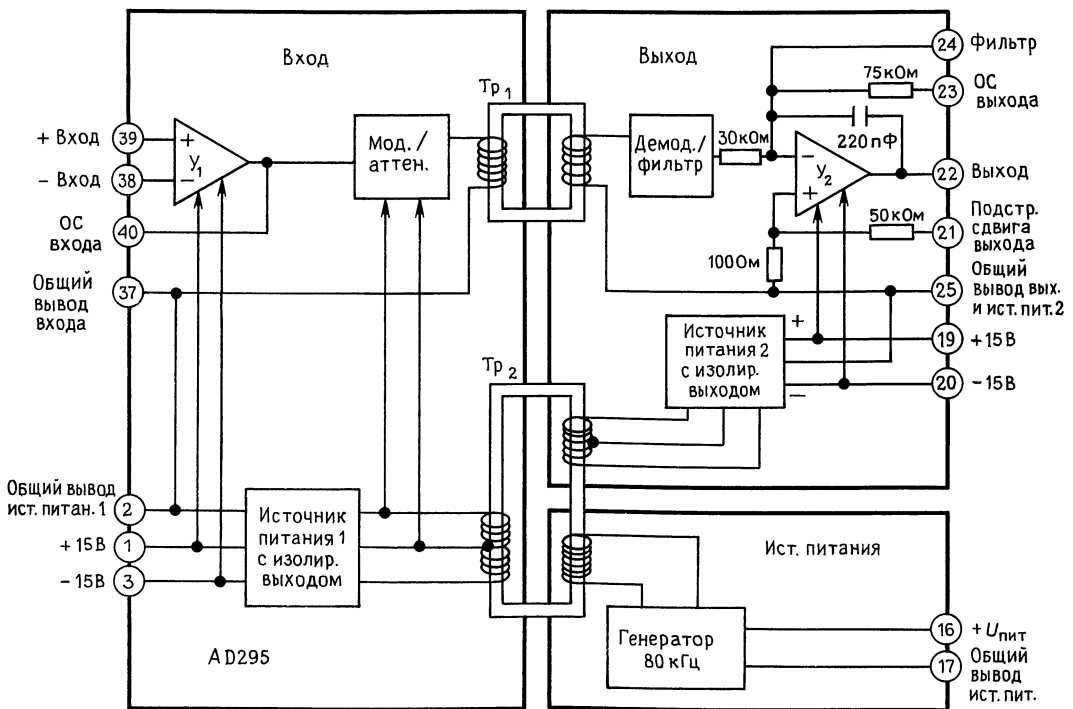

Рис. 7.76. Изолирующий усилитель AD295 с трансформаторной связью. (Analog Devices).
1. Трансформаторная изоляция (развязка) несущего сигнала высокой частоты, подвергнутого частотной или широтно-импульсной модуляции относительно узкополосным сигналом (с частотой от 0 до 10 кГц или около того), который необходимо изолировать (рис. 7.76). Этот метод применяется во всех изолирующих усилителях фирмы Analog Devices, а также в ряде устройств фирмы Burr-Brown. Изолирующие усилители с трансформаторной развязкой имеют удобную особенность: питание постоянного тока подается только на одну сторону (передающую или приемную); у всех у них в корпусе встроен преобразователь постоянного напряжения в постоянное напряжение с трансформаторной связью.